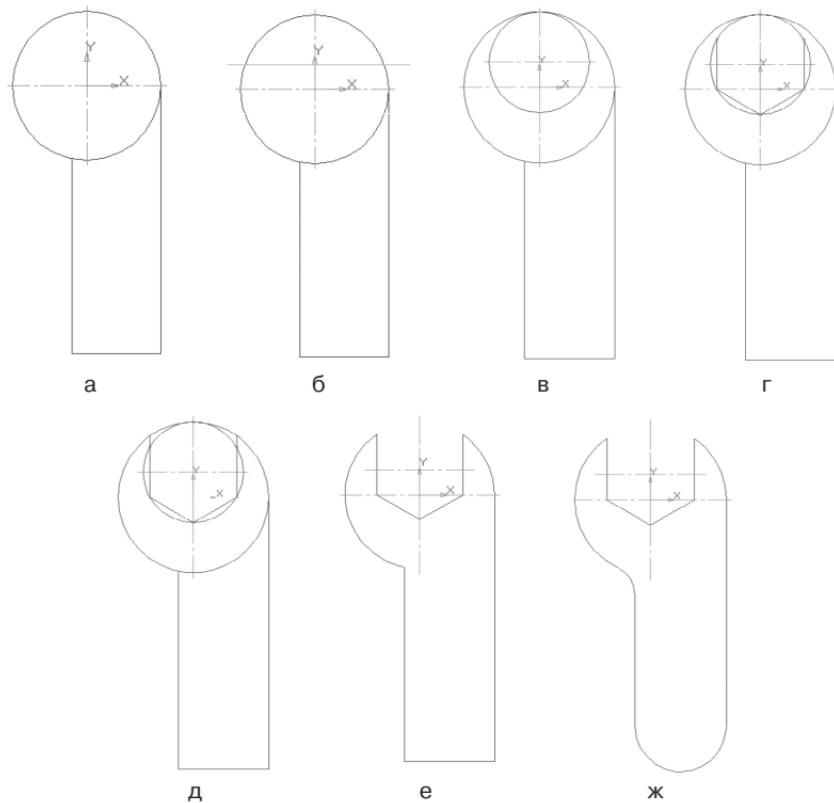

Рис. 103. Построение чертежа плоской детали с элементами сопряжения
- постройте отрезок вертикально вверх до окружности. Сработает глобальная привязка **Пересечение** (рис. 103, а);
- с помощью – Параллельных прямых **Панели расширенных команд** раскрывающейся из кнопки **Вспомогательная прямая** найдите центр второй окружности. Радиус первой окружности 30 мм ($\varnothing = 60$ мм), радиус второй окружности 20 мм ($\varnothing = 40$ мм), они соприкасаются верхней точке пересечения с осью симметрии, значит, расстояние между центрами можно рассчитать $30 - 20 = 10$. Таким образом, укажите горизонтальную ось симметрии и разведите параллельные прямые на расстояние 10 мм. Подтвердите только верхнюю прямую (рис. 103, б);
- удалите вспомогательную прямую (рис. 103, в);
- с помощью Непрерывного ввода объекта соедините точки, отключив команду Ортогональное черчение (рис. 103, г);
-  – Отрезок, Ортогональное черчение. Продолжите отрезок вертикально вверх с двух сторон до пересечения с окружностью радиусом 30 мм (рис. 103, д);
- удалите часть окружности (рис. 103, е);
- выполните сопряжение прямых углов радиусом 18 мм (рис. 103, ж).